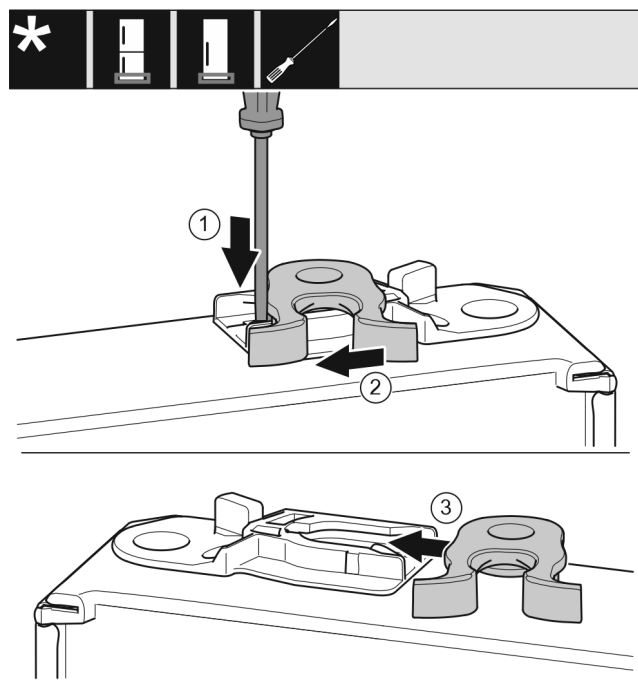

Fig. 31
- 用带槽螺丝刀向下按住接片 Fig. 31 (1)。
- 将锁钩 Fig. 31 (2)从导向装置拉出。
- 将另一侧的锁钩 Fig. 31 (3)推入导向装置。